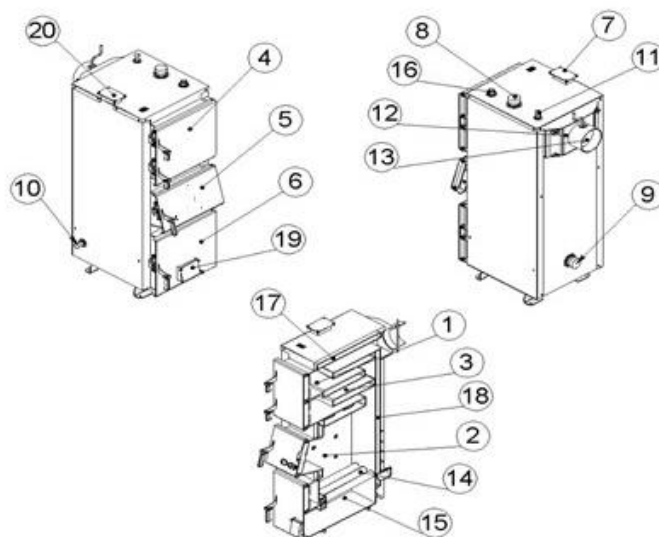

Рисунок 2 – Зовнішній вигляд та основні елементи котла
Конструктивно котел являє собою збірно-зварену конструкцію, що складається з корпусу (поз. 1, рис. 2) з камерою згоряння (топкою) (поз. 2, рис. 2). Конвекційна частина котла складається з багатоходового теплообмінника (поз. 3, рис. 2) комбінованого типу – чотирьох горизонтальних полиць. Теплообмінник розташований безпосередньо над топкою.
Корпус котла виконаний в формі паралелепіпеду з подвійними стінками, які розділені водними перегородками (поз. 17, рис. 2). На зовнішній поверхні корпуса під декоративною обшивкою закріплена теплова ізоляція. (поз. 18, рис. 2).
Паливо для процесу спалення завантажується на колосникові ґрати (поз. 14, рис. 2) крізь завантажувальні дверцята (поз. 5, рис. 2). Колосникові ґрати виконані з товстостінних безшовних труб по яких постійно циркулює вода з водяної оболонки котла. Згоряння палива в топці відбувається за участю повітря, яке постачається під колосникові ґрати припливним вентилятором (поз. 20, рис. 2). Кількість повітря, необхідного для процесу згоряння, регулюється автоматично блоком автоматики управління (поз. 19, рис. 2), або за допомогою терморегулятора.
Підведення і відведення теплоносія здійснюється відповідно через патрубки зворотної мережної води (поз. 9, рис. 2) і прямої мережної води (поз. 8, рис. 2).
Топочні гази виходять у димохід крізь боров (поз. 12, рис. 2), розташований у задній частині котла. Боров обладнано вбудованим дросельним клапаном продуктів згоряння – шибером (поз. 13, рис. 2). У випадку надто високої тяги у димоході шибер дає можливість її знизити шляхом часткового перекривання вихідного отвору борова.
Зола, яка утворюється в процесі згоряння палива, зсипається в нижню частину корпуса котла – зольник (поз. 15, рис. 2).
- з вентилятор та блоком автоматичного управління – припливним вентилятором (поз. 20, рис. 2) під колосникові ґрати по каналу подачі повітря. Кількість повітря, необхідного для процесу згоряння, регулюється автоматично контролером (поз. 19, рис. 2).
У верхній частині корпуса котла розташований штуцер для встановлення запобіжного клапана або групи безпеки котла (поз. 11, рис. 2).
Для можливості встановлення вентилятора зверху корпуса котла ,передбачений отвір, який заглушено кришкою (поз. 7, рис. 2).
Ревізійний дверцята (поз. 6, рис. 2), що розташовані на передній стінці котла, необхідні для періодичного чищення колосникових ґрат, а також для можливості спорожнення – зольника. В серії «plus» мають отвір з кріпленням для пелетної горілки.
Для можливості періодичного обслуговування (чищення) теплообмінника передбачені дверцята у верхній частині котла (поз. 4, рис. 2).
Регулятор тяги необхідно приєднати до патрубку з внутрішньою різьбою, який знаходиться у верхній частині корпусу (рис. 2). Різьбове з'єднання при цьому потрібно ущільнити. Регулятор повернути таким чином, щоб наконечник для закріплення шестигранного важеля (з комплекту регулятора) був направлений вправо.